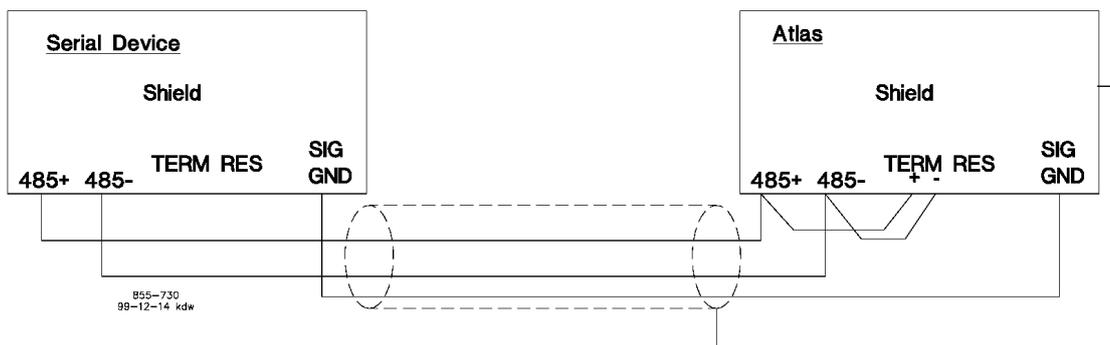
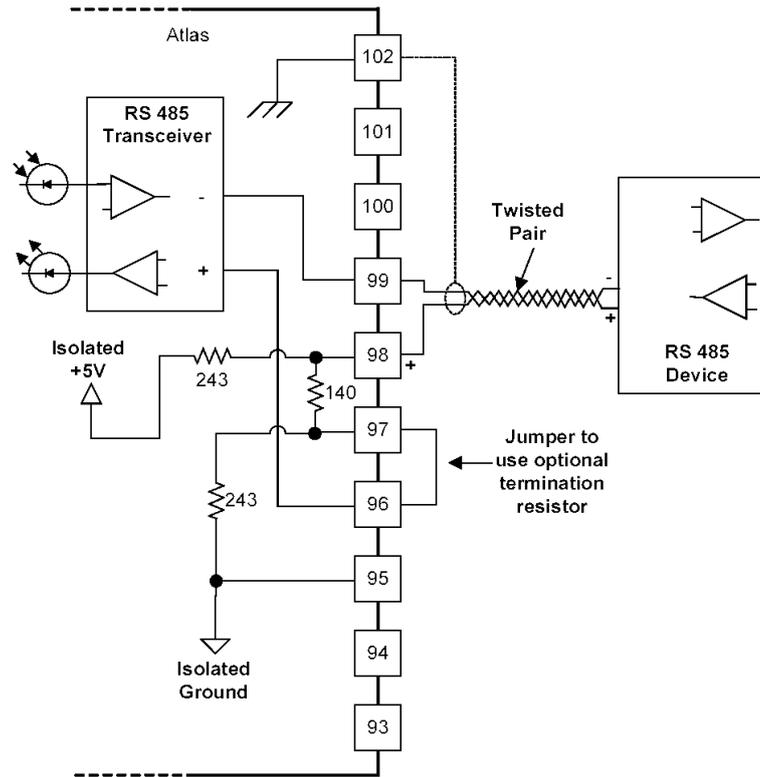
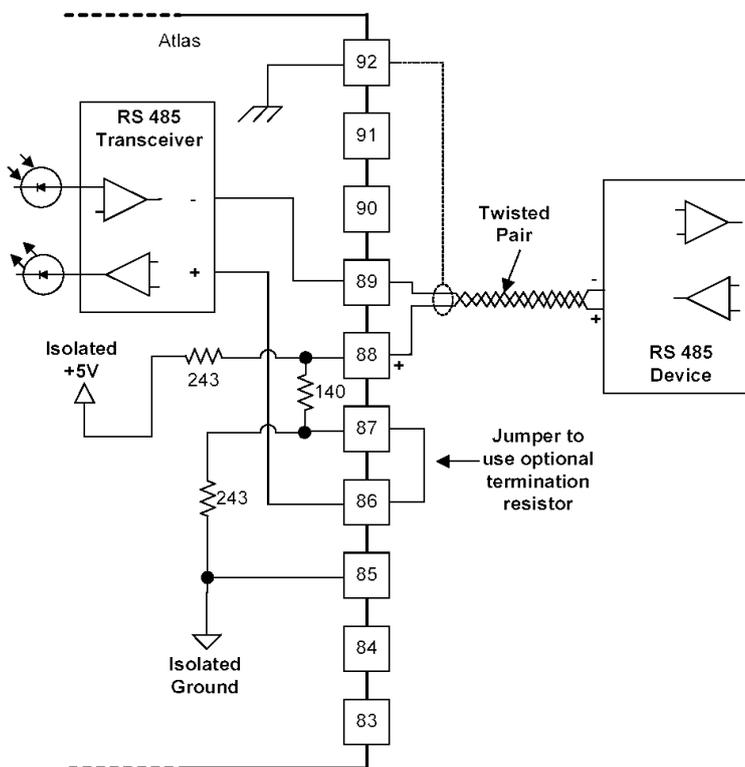

図 4-12. SmartCore ボードの RS-485 インタフェース (配線方法の 1 例)
図 4-15. RS-485 の配線図 (Com1)
図 4-18. RS-485 の配線図 (Com2)
RS-485 シリアル通信ネットワークにおいて最高の性能を得るためには、信号反射による障害をなくす為にネットワークで終端処理を行う必要があります。RS-232 ネットワークは、短いので終端は必要ありません。セットアップを容易にするため、Woodward は、RS-485 シリアル・ポートの場合、SmartCore ボード上に内蔵ネットワーク終端抵抗を設けています。終端抵抗を起動するためには、外部ジャンパをコネクタに取り付ける必要があります。ジャンパの位置に関しては、図 4-15 および図 4-18 を参照してください。使用した抵抗ネットワークは、最大ノイズ強さを備えるように特別に設計しています。同じ設計を、ネットワークの反対端でも使用する必要があります。回路図(図 4-12)を参照してください。この終端ネットワークは、Modbus プロトコルに限界があるので必要です。
- RS-485 配線に関しては、図 4-12 を参照してください。データライン (485+ および 485-) および信号接地 (SIG GND) は、図のとおり正しく接続する必要があります。さらに、シールド (SHLD) は、少なくとも 1ヶ所で接続する必要があります。ネットワーク・チェーンの最後のユニットそれだけは、抵抗を使用して終了する必要があります。Atlas SC は、このため抵抗を内蔵しています (TERM RES)。ネットワークの各端部のユニットは、終了させる必要があります。